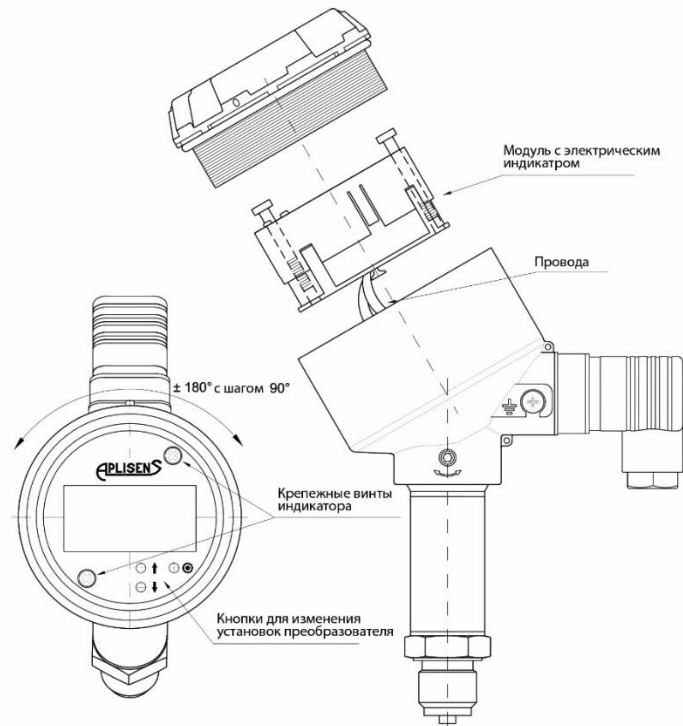

Рисунок 6 – Преобразователь с присоединением ALW со снятой крышкой индикатора
2.2.22 Для электрического присоединения ALW (рисунок 6):